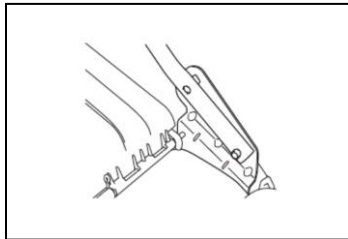

Fig. 2A
1. Utilisez le verrou, la rondelle et le bouton de verrouillage pour fixer le guidon inférieur dans le corps de l'unité. (Fig. 2A/2B)